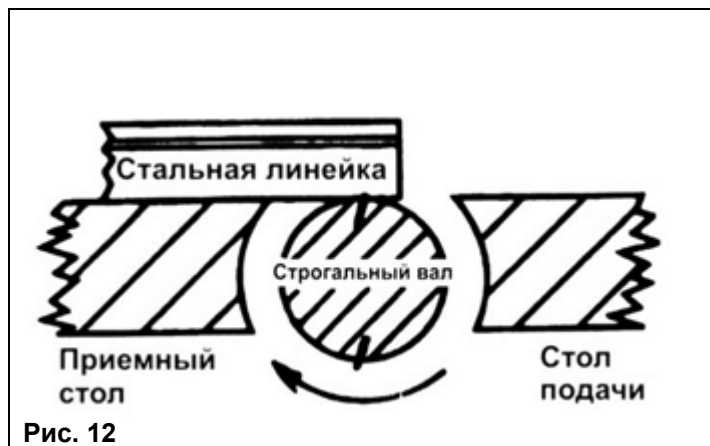

Рис. 12
10.2. Отключите электрическую вилку станка от питающей розетки электросети. Вращайте строгальный вал до положения проверяемого ножа, как показано на Рис. 12 (верхнее положение ножа).